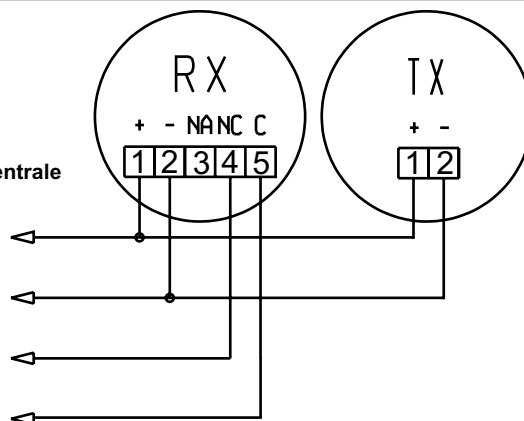

Fig. 17
- Effettuare i collegamenti al corpo della fotocellula tenendo i fili più corti possibile (Fig. 17).
- Die Anschlüsse durchführen und dabei die Kabel so kurz wie möglich halten (Fig. 17).
- Make the electrical connections to photocell bodies, keeping the wires as short as possible (Fig. 17).
- Efectuar los conexiones al cuerpo de la fotocélula manteniendo los hilos los más cortos posible (Fig. 17).
- Conecter la cellule photoélectrique de façon à ce que les fils soient les plus courts possibles (Fig. 17).